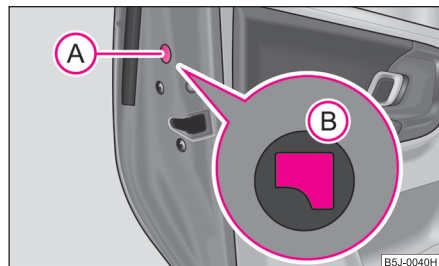

Fig. 23 Verrouillage de secours de la portière
- Déposez le cache (A) ⇒ fig. 23.
- Insérez la clé dans l'ouverture sous le cache et poussez la manette de blocage (B) vers l'intérieur jusqu'à la butée.